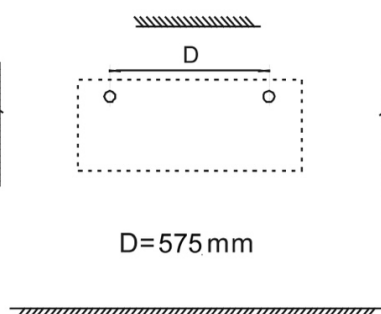

Fig.2
2. Fare due buchi adatti della dimensione del fisher $\varnothing 8$ mm nel muro. (Fig. 2) – $d=575$ mm